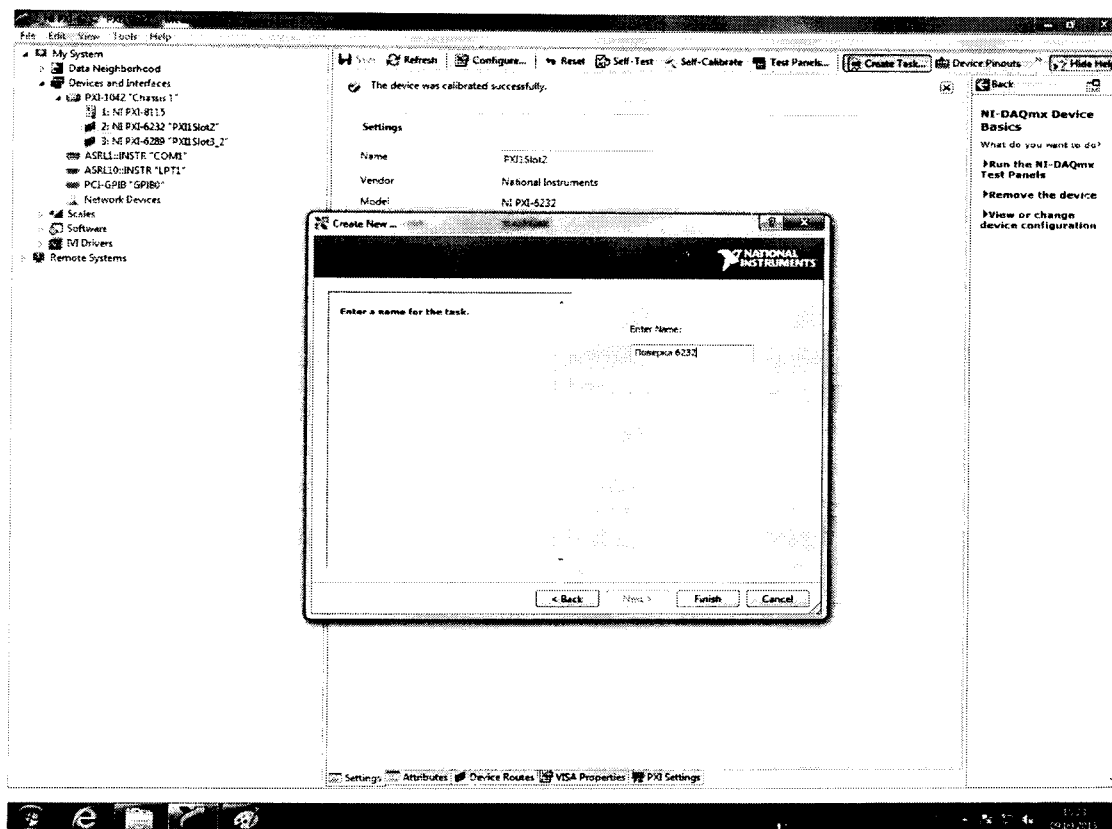

Рисунок 5.
7.3.3 В следующем окне (рисунок 5) в строке запроса указать новое наименование проекта (например, «Поверка 6232») и нажать кнопку «Finish».